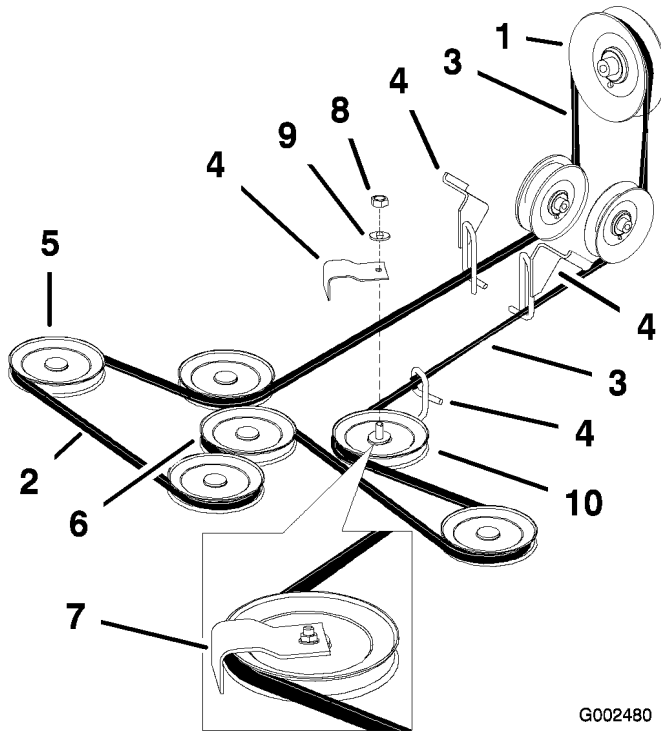

Figure 49
détendre la courroie sur la poulie de tension (Figure 49).
6. Dégagez la courroie de plateau de coupe des guides et déposez-la (Figure 49).
7. Installez la courroie neuve autour des poulies d'axe et de la poulie de tension du plateau de coupe, dans les guide-courroie, dans l'ensemble bras de tension arrière et l'embrayage (Figure 49).
Remarque: Vérifiez le vrillage de la courroie entre les poulies. Il doit être conforme aux spécifications de la Figure 49.
Important: Vérifiez le vrillage de la courroie entre les poulies. Il doit être conforme aux spécifications de la Figure 49.